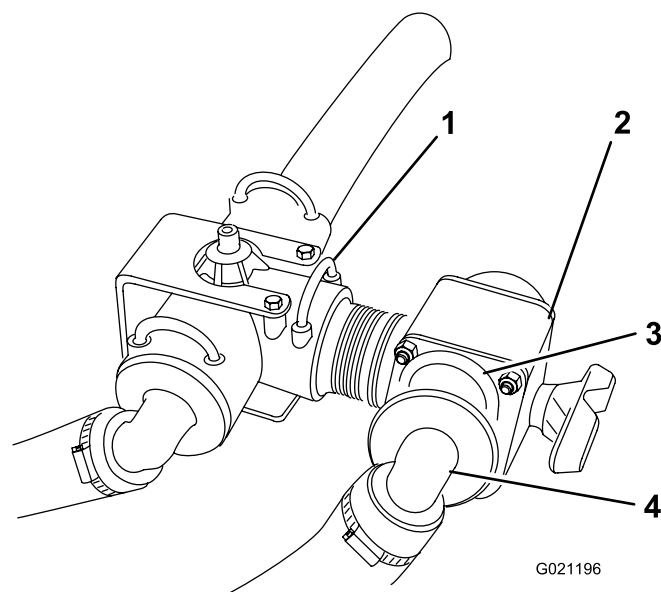

Figura 6
- Instale la válvula de control nueva en el conector abierto del acoplamiento en T, y sujétela con una horquilla de retención nueva (Figura 6).
- Conecte la manguera de los brazos que desconectó en el paso 1 al conector abierto de la válvula de control y sujétela con la horquilla de retención que retiró en el paso 1 (Figura 6).